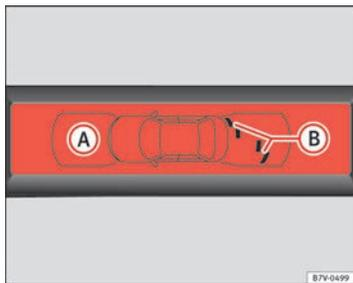

Fig. 144 Affichage de l'OPS à l'écran : (A) un obstacle a été détecté dans le segment. (B) zone vérifiée devant le véhicule.
La zone de reconnaissance des obstacles s'étend face au véhicule jusqu'à une distance d'environ 120 cm et vers le côté jusqu'à 60 cm ⇒ fig. 144 (B). Derrière le véhicule, la zone analysée atteint une distance de 160 cm et environ 60 cm vers les côtés ⇒ fig. 143 (C).
Le graphique affiché représente les zones contrôlées en plusieurs segments. Au fur et à mesure que le véhicule s'approche d'un obstacle, le segment s'approche du véhicule représenté (B) et ⇒ fig. 144 (A). Lorsque l'avant-dernier segment apparaît, cela signifie que vous avez atteint la zone de collision. **Arrêtez-vous!** ▶